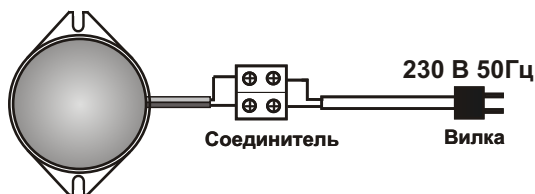

Рис.2 Схема подключения устройства “СИ-3”.
5.1. Перед установкой необходимо проверить внешний вид устройства на отсутствие повреждений и проверить работоспособность следующим образом: подключить к выводам устройства (рис.2) напряжение 230 В. При этом должны мигать светодиоды устройства.
5.2. На рис.2 показана схема подключения “СИ-3”